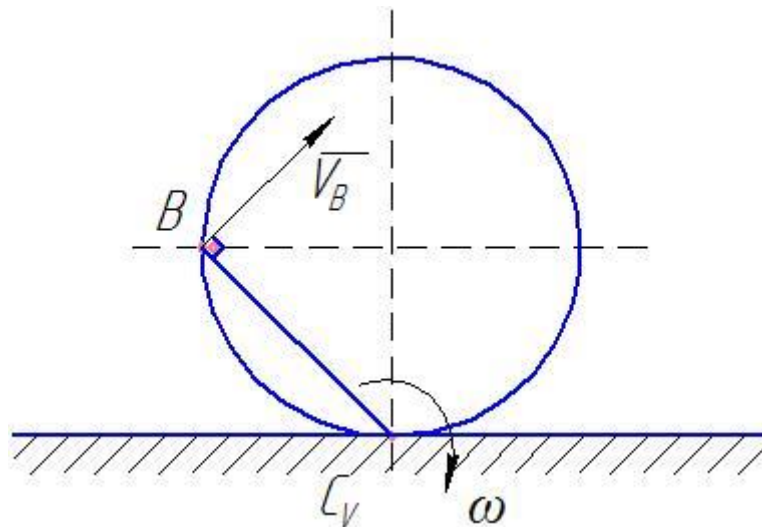

Рис.3.
- Тело катится без скольжения по неподвижной поверхности. В этом случае мгновенный центр скоростей находится в точке касания с неподвижной поверхностью. (рис.3)